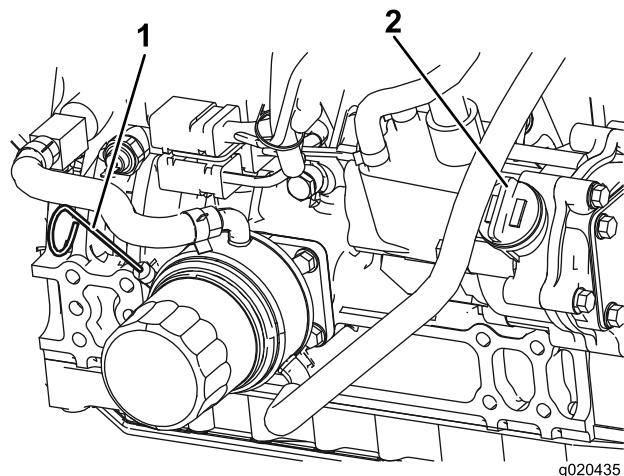

Figura 73
3. Togliete l'asta di livello, pulitela strofinandola, rimettetela nel tubo ed estraetela di nuovo. Il livello dell'olio deve raggiungere la tacca di pieno (Full) (Figura 73).
4. Se l'olio non raggiunge la tacca Full, togliete il tappo di riempimento (Figura 73) e aggiungete olio finché il livello non raggiunge la tacca. **Non riempite troppo.**